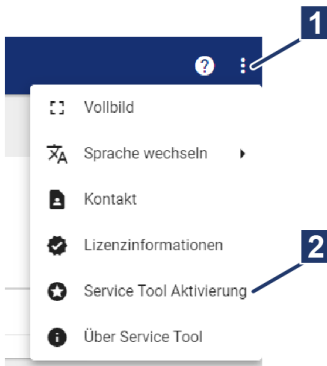

Abb. 4-1: Service Tool Aktivierung
2. Auf  > *Service Tool Aktivierung* klicken (→ Abb. 4-1).